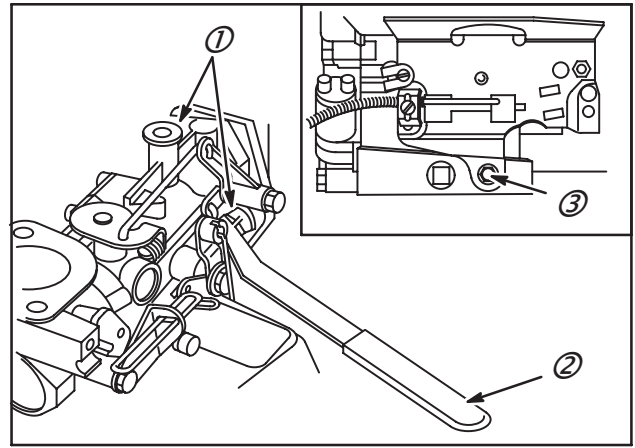

Fig. 89
1. Connecter la biellette de régulateur sur la commande du carburateur. A l'aide du tournevis décalé Réf. : 19305, d'une clé Torx® Réf. : 19391 ou d'une clé à œil (2), mettre les deux vis (1) maintenant le carburateur sur le moteur, Fig. 89.
2. Placer également la vis inférieure du support de réservoir (3).